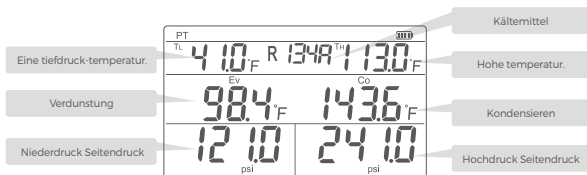

Abbildung 1 Sättigungstemperatur-Untermodus-Schnittstellendiagramm
2. Drücken Sie die Power-Taste, schalten Sie die Maschine ein und geben Sie die Hauptschnittstelle ein (Abbildung 1).
Die Daten werden nach dem Ende der Kältemitteleinstellung gelesen, und die Grenzfläche (Abbildung 1) zeigt den gemessenen Druck, die Temperatur, die Sättigungstemperatur und die Verdampfungstemperatur auf der Hoch- und Niederdruckseite.